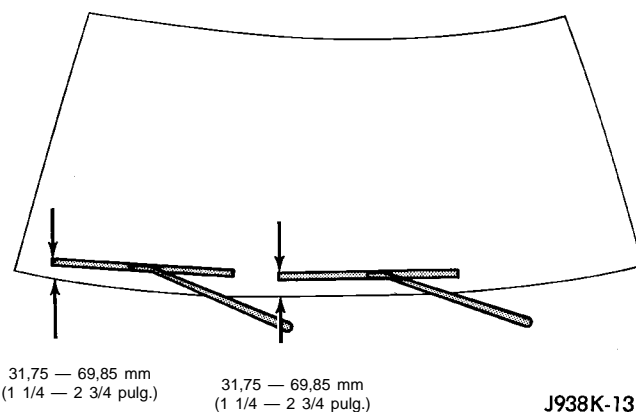

Fig. 6 Instalación del brazo del limpiaparabrisas delantero
(4) Instale el brazo y la escobilla con el motor del limpiaparabrisas en la posición PARK (reposo). Consulte la ilustración Instalación del brazo del limpiaparabrisas (Fig. 6). Instale los brazos en los ejes del pivote de modo que la distancia desde el borde inferior de la punta del brazo del limpiaparabrisas al borde superior de la moldura inferior del parabrisas sea la siguiente: